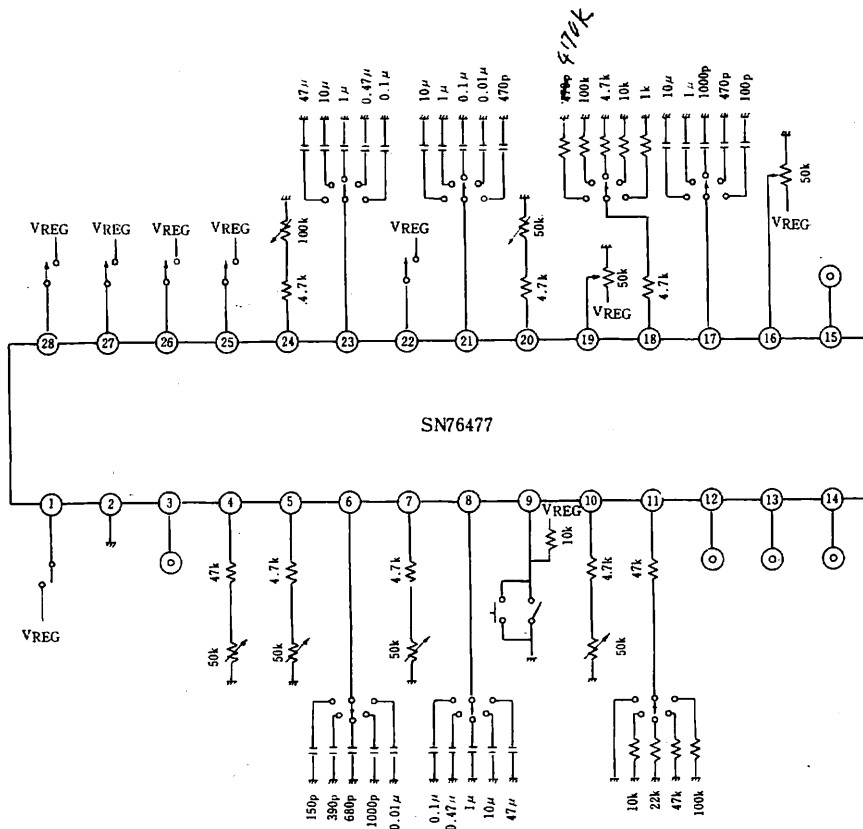

図11. サウンド開発用回路
1. 図11のように抵抗、コンデンサ及びロジック入力を自由に選択できる開発用ボックスを作ります。